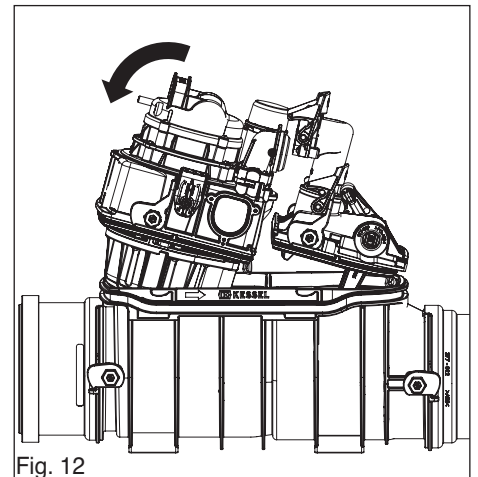

Fig. 12
4.2.1 Montage des deux couvercles (voir figures 12, 13, 14). Insérer le couvercle de chaque côté et appuyez l'autre côté vers le bas et bloquez-le avec le levier de verrouillage. Lors du montage du couvercle d'évacuation, le levier rouge du clapet respectivement les clapets du moteur doivent toujours pointer sur « FERMÉ ».